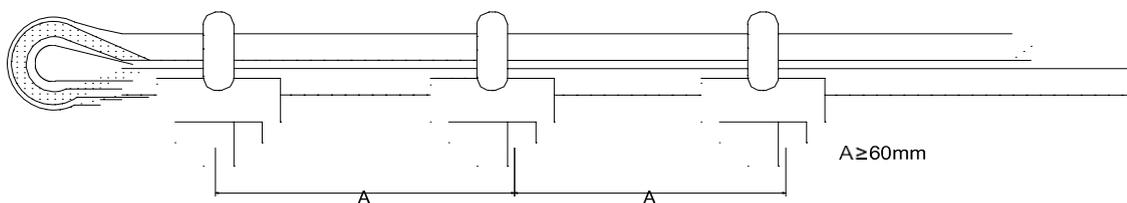

FIGURA 11
5.2.7 Fije el manguito de acoplamiento en la barra de tommy de la base trasera. Introduzca un extremo del cable de acero de refuerzo en el manguito de acoplamiento de la viga delantera y apriete la abrazadera del cable (consulte la Figura 11). Conduzca la cuerda de acero de refuerzo a la polea de la cuerda en la columna superior y el otro extremo a través del orificio del lado cerrado del tensor, apriete la abrazadera de la cuerda. Ajuste la barra de tornillo del tensor y apriete la cuerda de acero de refuerzo para elevar un extremo de la viga delantera unos 3 cm.